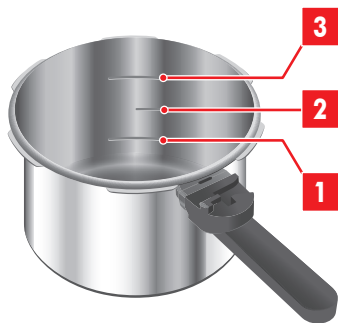

Abb. 9: Vulhoogte in acht nemen
3. Vul de pan met minstens 1/3 water (zie afb. 9/1). Afhankelijk van het recept kunt u ook bouillon als kookvloeistof gebruiken.
5. Vul het kookgoed in de pan. De pan mag maximaal met 2/3 gevuld zijn (zie afb. 9/3).
- Bij gebruik van schuimende of sterk wellende levensmiddelen zoals rijst, gedroogde groente of peulvruchten mag de pan maar tot de helft worden gevuld (zie afb. 9/2).